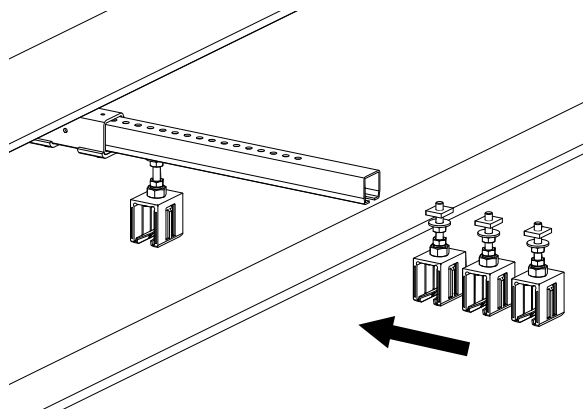

Abb. 53: Die nächsten Schienenhalter in den Spannarm schieben
- Die nächsten Schienenhalter in den Spannarm/die C-Schiene schieben (siehe Abb. 53).